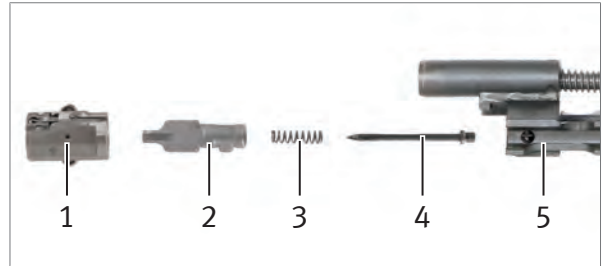

Abb. 36: Verschluss montieren
1. Druckfeder für Schlagbolzen auf den Schlagbolzen schieben (Abb. 36).
2. Schlagbolzen und Druckfeder für Schlagbolzen in den Verschlussträger setzen (Abb. 36).